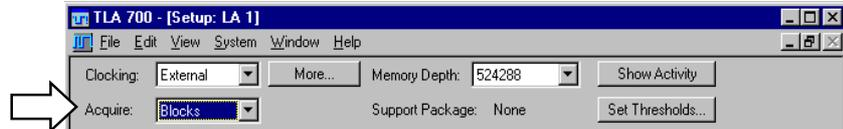

図 3-59 : [Setup]ウィンドウに対する[Acquire:] [Block]の設定
2. [Acquire:]ドロップ・ダウン・リスト・ボックスに[Block]を設定します(図 3-59)。